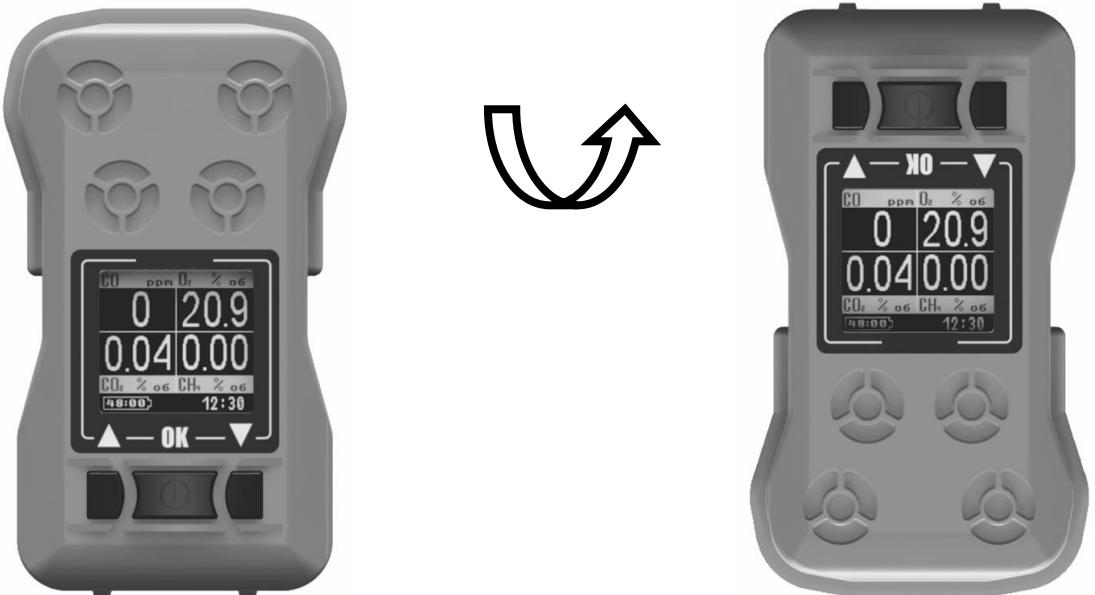

Рисунок 5. Автоматическая функция поворота изображения на дисплее
Прибор имеет функцию поворота дисплея в зависимости от своего пространственного положения. При повороте прибора на угол более 90 ± 30 градусов относительно рабочего положения дисплей автоматически развернется на 180 градусов (рис.5) и вернется в исходное состояние при повороте прибора обратно в рабочее положение.
- концентрация оксида углерода (CO), млн^{-1} - левый верхний угол дисплея;
В данном режиме отображается измеряемый параметр (поз.1 на рис.5), значение измеряемого параметра (2), единицы измерения (4), оставшееся время работы прибора от батареи (3) и текущее время (5) в формате "ЧЧ:ММ". Чтобы перейти в следующий режим необходимо нажать кнопку "▼" для перехода к следующему режиму или кнопку "▲" - для переходу к предыдущему режиму.